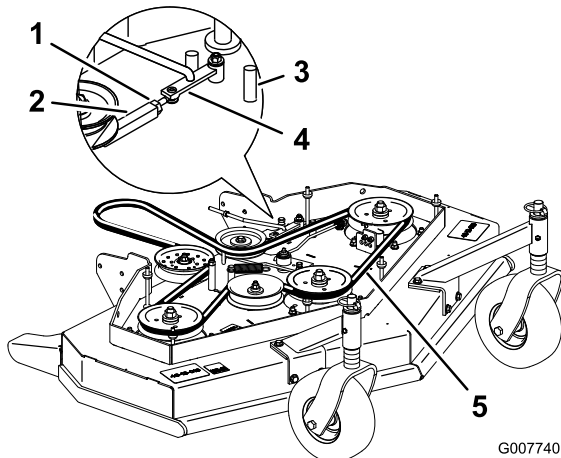

Figura 44
3. Allentare il dado di bloccaggio sul tornichetto (Figura 44).
4. Ruotate il tornichetto verso la parte posteriore del tosaerba per aumentare la tensione della cinghia. Ruotate il tornichetto verso la parte anteriore del tosaerba per diminuire la tensione della cinghia (Figura 44).